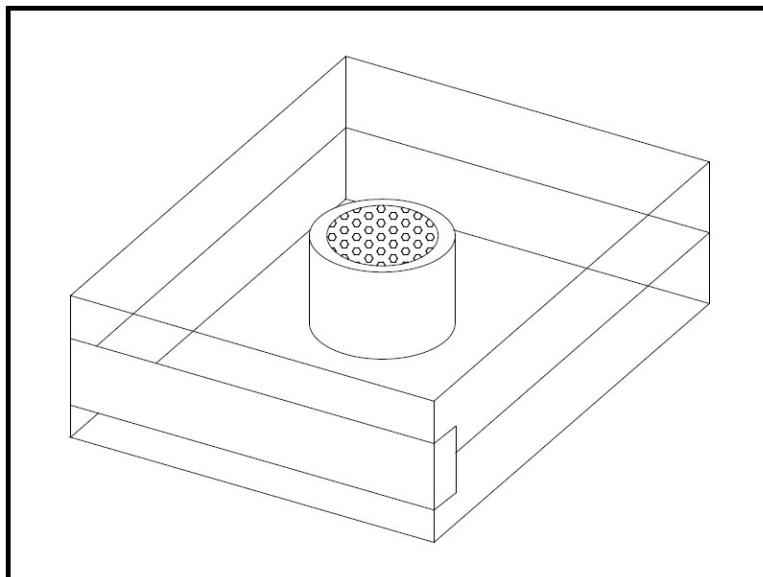

図3：別包装の酸素センサ
1. 輸送容器からoxy.IQと別包装の酸素センサ（下図3参照）を取り出します。輸送容器と包装材料は、今後使用する可能性があるので保管します。
5. 気密性包装（6ページの図3参照）を開梱し、包装から酸素センサを取り出します。酸素センサのエネルギーレベルを維持するために、赤色の接地用タブを取り外し、直ちにセンサをoxy.IQに取り付けます。